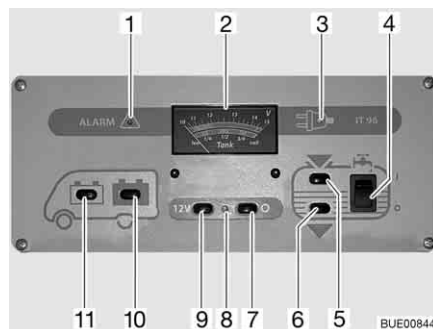

Fig. 171 Pannello di controllo IT 96-2
L'interruttore principale a 12 V (Fig. 171,7 e 9) inserisce o disinserisce il pannello di controllo e l'alimentazione a 12 V dell'abitacolo.
Accensione: ■ Premere l'interruttore (Fig. 171,9) "12 V": L'alimentazione a 12 V dell'abitacolo è inserita. La spia di controllo (Fig. 171,8) diventa verde.
Spegnimento: ■ Premere l'interruttore (Fig. 171,7) "O": L'alimentazione a 12 V dell'abitacolo è disinserita. La spia di controllo (Fig. 171,8) si spegne.
Per l'indicatore volt/serbatoio (Fig. 171,2) leggere la scala superiore. L'indicatore si illumina automaticamente appena viene premuto un interruttore.
- Premere l'interruttore (Fig. 171,11) "☰": Viene indicata la tensione della batteria di avviamento.
- Premere l'interruttore (Fig. 171,10) "☷": Viene indicata la tensione della batteria dell'abitacolo.
Per l'indicatore volt/serbatoio (Fig. 171,2) leggere la scala inferiore. L'indicatore si illumina automaticamente appena viene premuto un interruttore.
- Premere l'interruttore (Fig. 171,5) "": Viene indicato il livello del serbatoio dell'acqua.
- Premere l'interruttore (Fig. 171,6) "": Viene indicato il livello del serbatoio delle acque grigie.
- Premere in alto l'interruttore a bilico (Fig. 171,4) "I": L'alimentazione idrica è accesa.
- Premere l'interruttore a bilico in basso (Fig. 171,4) "O": L'alimentazione idrica è spenta.
La spia luminosa rossa "ALARM" (Fig. 171,1) inizia a lampeggiare non appena la tensione della batteria dell'abitacolo scende al di sotto di 11 V (misurazione durante il normale esercizio) con conseguente rischio che la batteria si scarichi troppo.
La spia di controllo a 12 V (Fig. 171,8) si accende non appena l'interruttore principale a 12 V (Fig. 171,9) viene inserito.
La spia gialla di controllo a 230 V (Fig. 171,3) si accende quando all'ingresso della centralina elettrica è presente una tensione di rete.